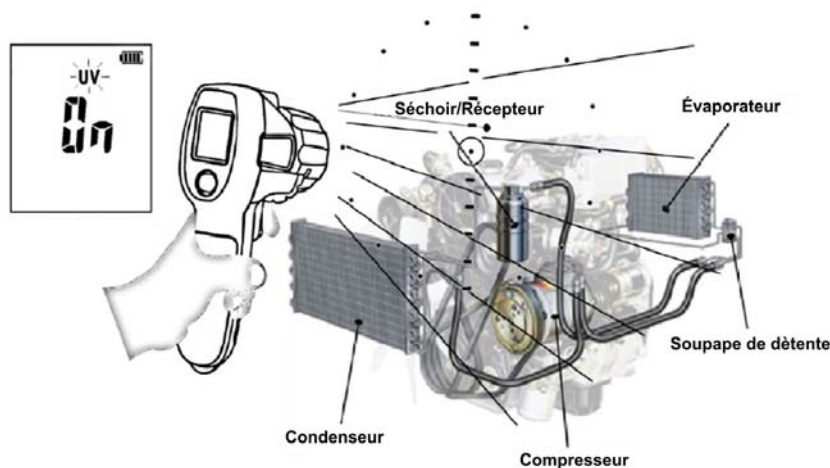

Fig. 20: Mesure de la température de dispersion des agents refroidissant
3. Diriger le faisceau de la lumière bleue (voir Fig. 3 – partie 2) sur le moteur (voir Fig. 20). La lumière révélera la présence de dispersion d'agents refroidissants. Réaliser les mesures comme décrit précédemment.